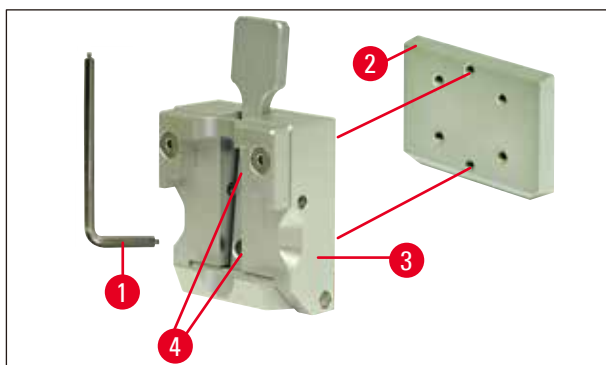

Fig. 10
3. Svalehaleføringen kan fjernes (→ Fig. 10-2) fra prøveklempen (→ Fig. 10-3) ved å skru ut de to skruene (→ Fig. 10-4) fra svalehaleføringen (→ Fig. 10). Igjen, bruk sekskantnøkkel med håndtak str.3.